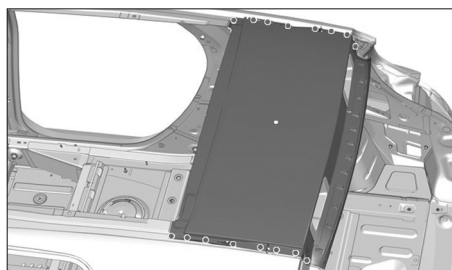

FIG. 148
- par points bouchons MAG (Fig.148).